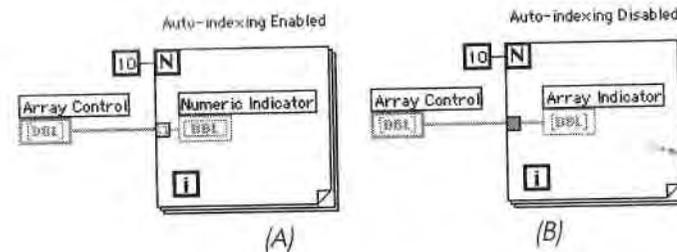

Рис. 7.7
Автоиндексирование применяется также в случаях, когда вы вводите массивы I в циклы. Если индексирование включено, как это показано в цикле (A) на рис. 7.7, I то цикл будет переходить к следующему индексу массива при каждой итерации I (обратите внимание на уточнение проводника во время его вхождения в цикл).! Если же индексирование отключено, как показано в случае (B), то массив целиком передается в цикл.